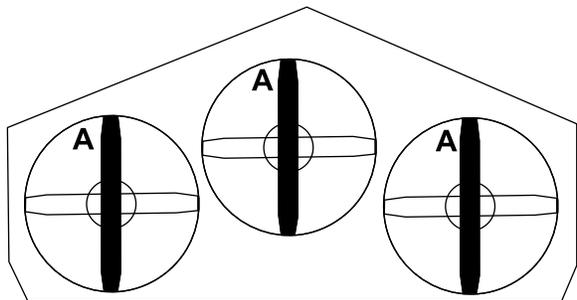

Figura 53
1. Girate le lame fino a disporle in parallelo con la lunghezza della macchina (Figura 53).